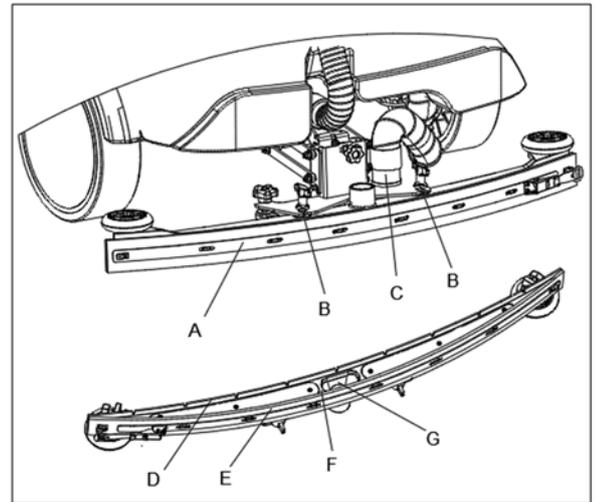

图 17
3. 松开水刮把手（B，图17），取下水刮（A）。
6. 清理水刮架（F 图17）。特别要清理干净固定的凹槽和吸污口上的污垢和碎片。检查前刮条（D）和后刮条（E）是否完整，是否有缺口或裂痕。必要的情况下更换它们（参见下面段落中的步骤）。